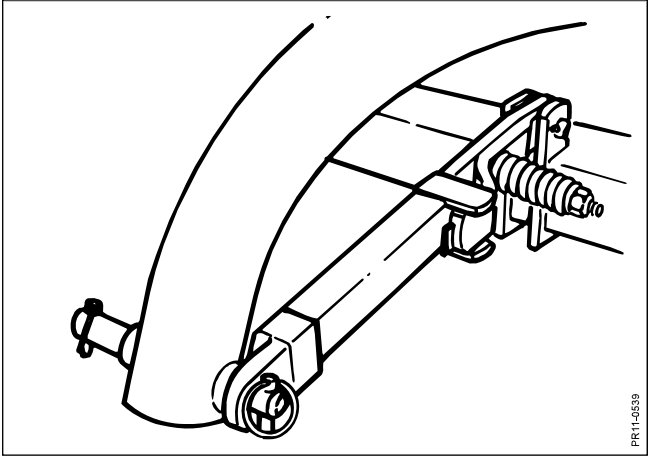

Fig. 1-5
- Fig. 1-5:** Stenutlösaren monteras på bärramen.